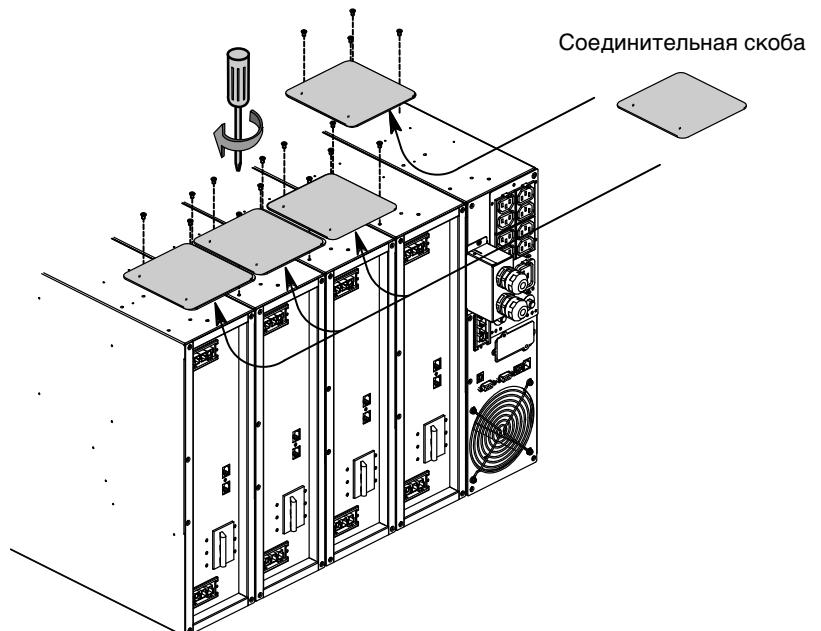

Рисунок 16. Установка соединительных скоб
- Совместите каждую соединительную скобу с близлежащими отверстиями для винтов в шкафу и закрепите прилагаемыми винтами (см. Рисунок 16).